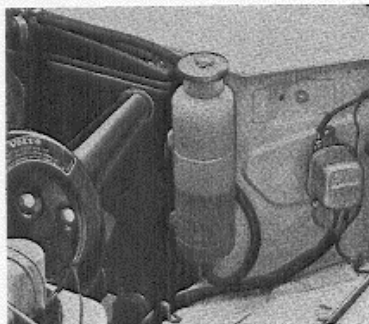

Abb. 59 Ausgleichbehälter
3. Kontrollieren, daß der Kühflüssigkeitsspiegel zwischen den MIN- und MAX-Strichen am Ausgleichbehälter liegt. (Abb. 59).